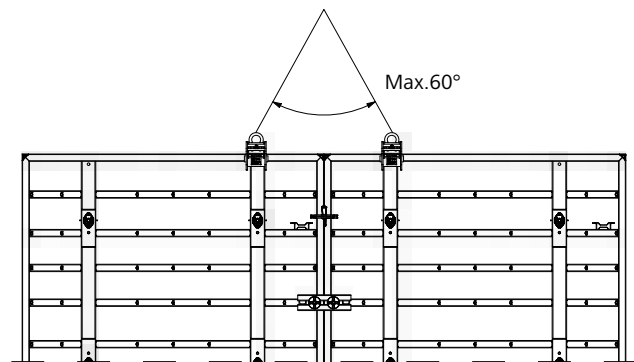

Abb. 39.5
- bei stehenden Elementen, wenn möglich über dem Mittelfeldträger (Abb. 39.5)